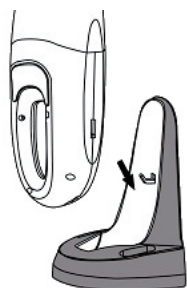

Abbildung 3
2. Schieben Sie das Gerät mit dem Griff nach unten auf den Ladesockel. (Abb. 3).